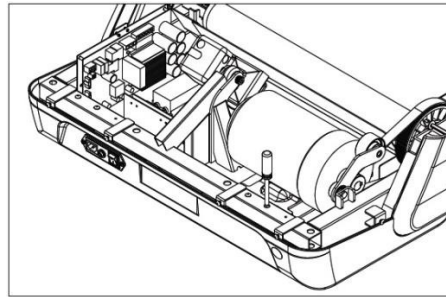

Abb. 4.3.1
- 2) Wie in Abb. 4.3.1 dargestellt, lösen Sie mit Hilfe eines Schraubendrehers die Erdungskabel (grün/gelb) und alle Kabel, welche den Motor und die Steuerplatine verbinden.